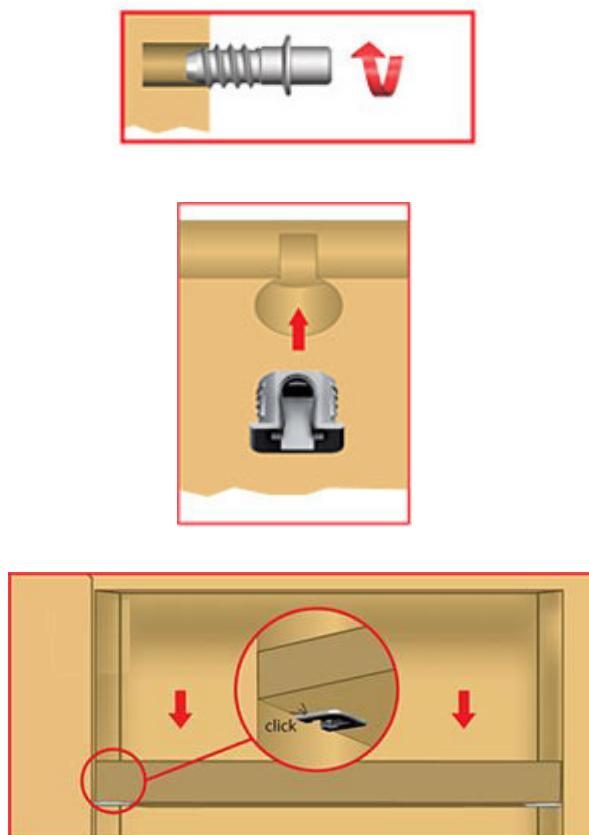

Рис. 1
3. Ввинтить штоки полкодержателей в отверстия на внутренней пласти царг (см. рис.1).
4. Установить полкодержатели в отверстия на распорной планке, ориентировав их пазами к торцу детали (см. рис.1).
7. Установить планку распорную на штоки полкодержателей, слегка нажав на нее сверху. Фиксация происходит с характерным щелчком (см. рис.1).
2. Ввинтить штоки полкодержателей в отверстия на внутренней пласти царг и торцах среднего бруска (см. рис.1).
11. Установить планки распорные на штоки полкодержателей, слегка нажав на планки сверху. Фиксация происходит с характерным щелчком (см. рис.1).